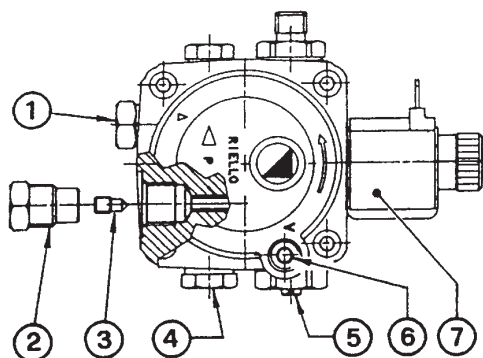
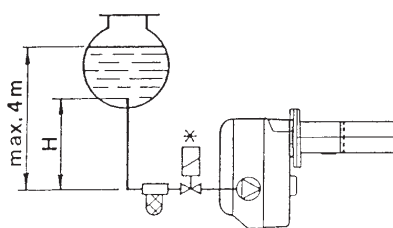

Fig. 2
Fig. 3
- La pompa è predisposta per funzionamento bitubo. Per il funzionamento monotubo è necessario svitare il dado di ritorno (2), togliere la vite di by-pass (3) e quindi riavvitare il dado (2) (vedi fig. 2).
Nell'impianto di fig. 3 è sufficiente allentare l'attacco del vacuometro (6, fig. 2) ed attendere la fuoriuscita del combustibile.
- Die Pumpe ist für den Zweischlauchbetrieb vorgesehen. Für den Einschlauchbetrieb muß die Rücklaufleitungsmutter (2) gelöst werden, die By-Pass Schraube (3) entfernt werden und die Mutter (2) wieder geschraubt werden. (Siehe Abb. 2).
Bei der in Abb. 3 dargestellten Anlage ist es ausreichend, wenn man den Vakuummeteranschluß (6, Abb. 2) lockert und das Austreten des Brennstoffes abwartet.
Dans l'installation en fig. 3, il faut desserrer le raccord du vacuomètre (6, fig. 2) jusqu'à la sortie du combustible.
- The pump is designed to allow working with two pipes. In order to obtain one pipe working it is necessary to unscrew the return nut (2), remove the by-pass screw (3) and then screw again the nut (2). (See fig. 2).
On the system in fig. 3 it is sufficient to loosen the suction gauge connection (6, fig. 2) and wait until oil flows out.